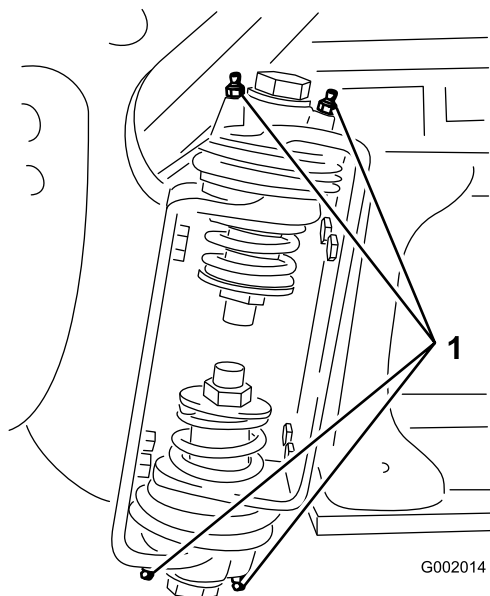

Figura 103
2. Pompate del grasso nel raccordo di ogni cuscinetto o boccola Figura 103.